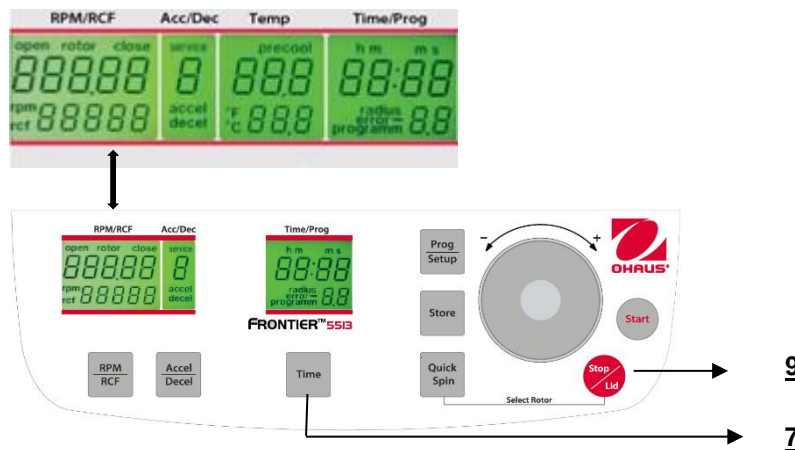

Figura. 28
Cuando la centrifuga está apagada, presione al mismo tiempo los botones "Time"(7) y "Stop/Lid" (9) y encienda el interruptor principal de la centrifuga. Ahora suelte ambos botones y como resultado se ejecuta una prueba de pantalla durante aproximadamente 5 segundos. Todos los indicadores aparecerán al mismo tiempo (vea la Figura 28).